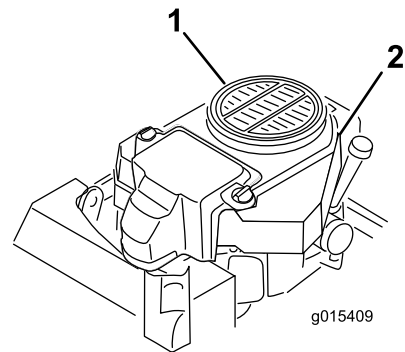

Figure 62
3. Déposez la grille d'entrée d'air et le carter du ventilateur (Figure 62).
5. Reposez la grille d'entrée d'air, le démarreur à lanceur et le carter du ventilateur (Figure 62).